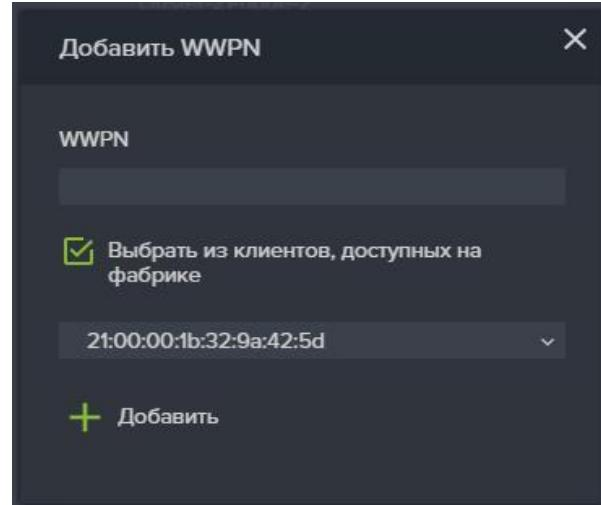

Рисунок 82. Добавление WWN клиенту
7. Введите WWPN вручную в поле WWPN, или выберите из выпадающего списка нужные WWPN для чего отметьте флагок «Выбрать из клиентов, доступных на фабрике» (см. Рисунок 82)